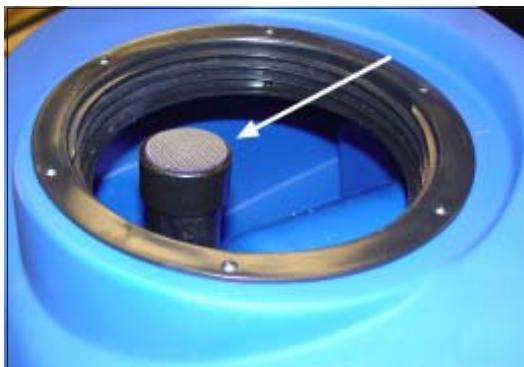

Figure 24
3. Make sure the filter screen (1) to the vacuum motor is clean and installed properly in the recovery tank (see figure 24).
3. Assurez-vous que l'écran du filtre (1) au niveau du moteur d'aspiration est propre et correctement installé dans le réservoir de récupération (voir figure 24).